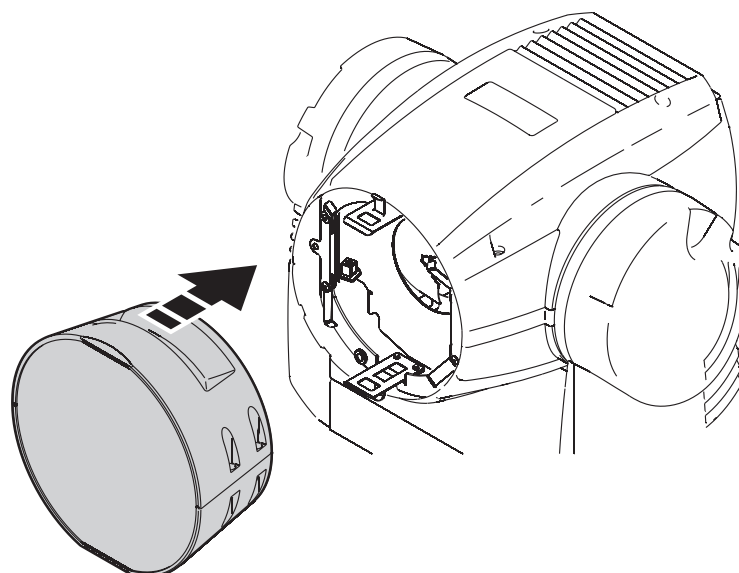

Figure 9
12. Voir Figure 9. Installez la nouvelle lentille frontale sur son support.